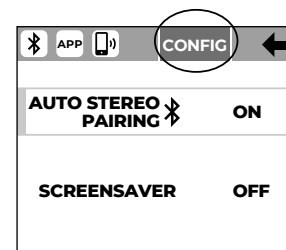

Fig. 5
2. Répéter l'opération pour décrocher l'élément **A** du subwoofer (Fig 5)
### 5.4 | PAGE MENU CONFIG (Fig.5)